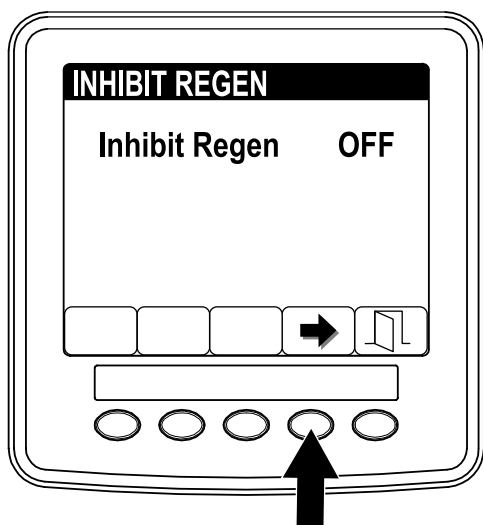

図 44
3. ボタン 4 を使って、不許可設定を ON から OFF 図 44 または OFF から ON に変える。